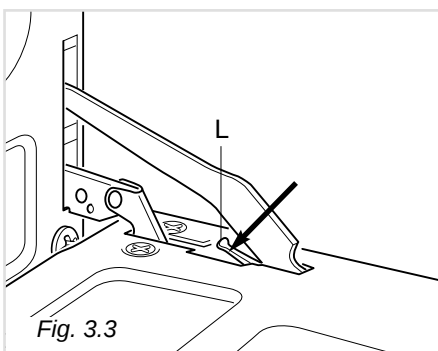

Fig. 3.3
- Empurre para baixo a alavanca de engate “L” (Fig. 3.3) e mantendo-a nesta posição feche suavemente a porta para obter o bloqueio da dobradiça.